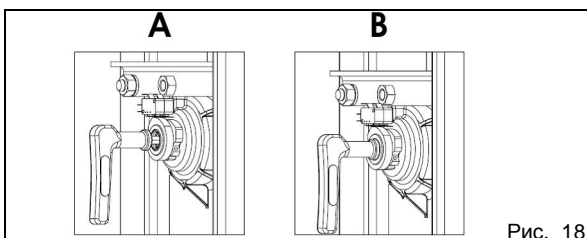

Рис. 18
- Вставить специальный ключ, хранящийся внутри корпуса стойки, в отверстие (рис. 18, поз. А) и поворотом его по часовой стрелке на несколько оборотов затянуть его без значительного усилия.
**ВНИМАНИЕ!** Отпирющий ключ должен упереться своим утолщением в вал (рис. 18, поз. В). После того как это произойдёт, следует прекратить вращать ключ, чтобы не повредить механизм.